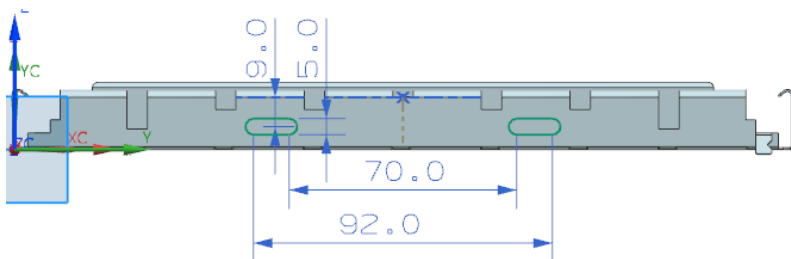
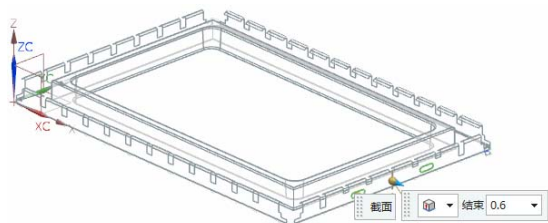

图 2-90 绘制草图
图 2-92 预览所创建的拉伸特征
(2) 进入草图绘制环境，绘制如图 2-90 所示的草图。单击“完成”图标，草图绘制完毕。
(2) 在视图区选择如图 2-90 所绘制的草图曲线。在视图区预览所创建的拉伸特征，如图 2-92 所示。